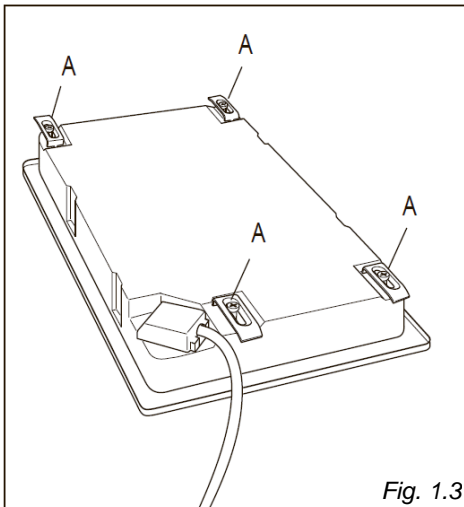

Fig. 1.3
Fiecare plită este prevăzută cu un kit de instalare care include suporturi și șuruburi pentru fixarea blatului pe panouri de fixare, cu o grosime între 30 și 40 mm, fig. 1.3, 1.4.
- Întoarceți plita și puneți clemele „A” (fig. 1.3) în suporturi, strângeți șuruburile „B” doar câteva ture.